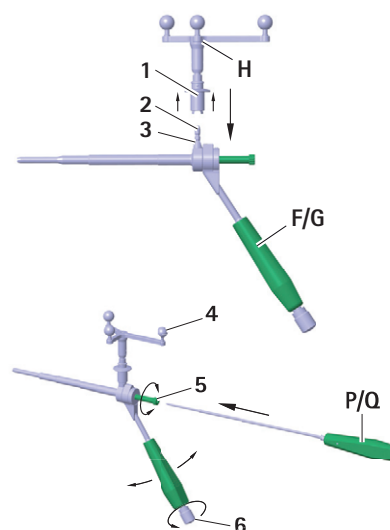

Fig. 2 Montagem da unidade em estrela Aesculap no calibre de perfuração S⁴C FW664R/FW665R
► Para garantir que a câmara tem uma visualização não restrita das esferas de marcação refletoras, desapertar o elemento 6 no punho S⁴C do calibre de perfuração S⁴C F/G e rodar a unidade em estrela Aesculap H para a posição desejada, ver Fig. 2.
- Para garantir que a câmara tem uma visualização não restrita das esferas de marcação refletoras, desapertar o elemento 6 no punho do calibre de perfuração S⁴C F/G e rodar a unidade em estrela Aesculap H para a posição desejada, ver Fig. 2.